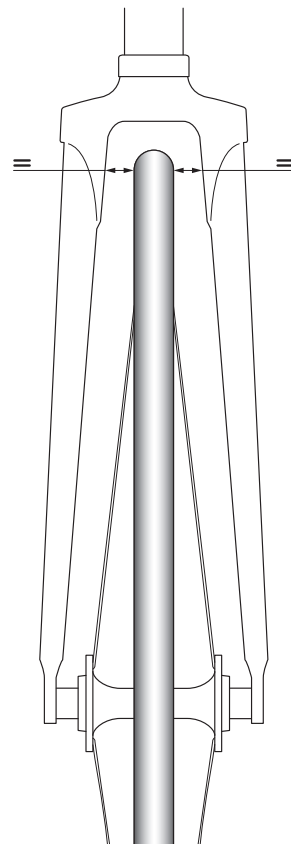

Fig. 19
- Verificate che la ruota sia ben centrata rispetto ai foderi del telaio o alla forcella (Fig. 19).